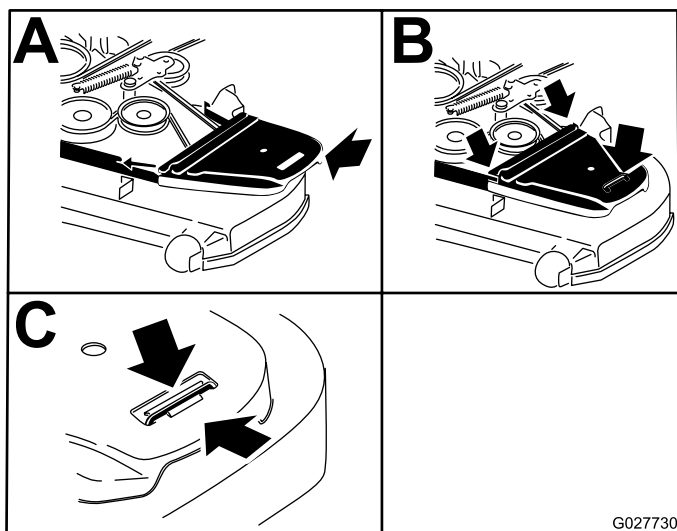

Figure 96
9. Posez les couvercles de courroie (Figure 96).